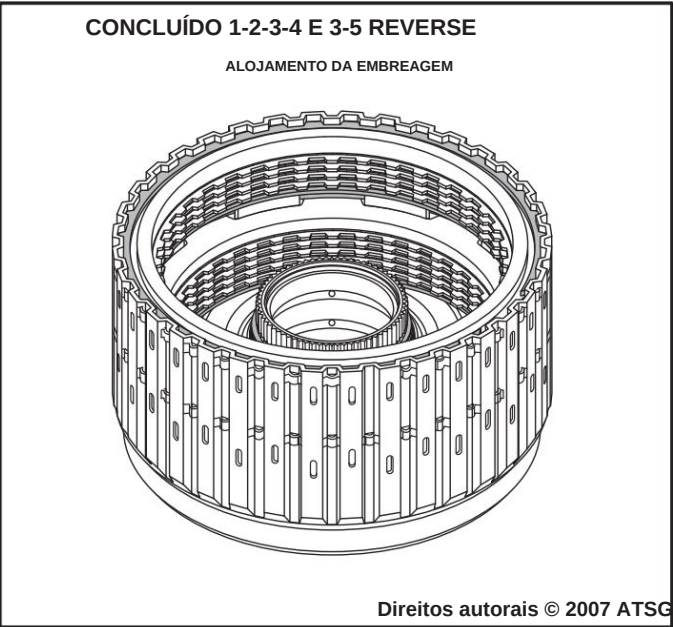

Figura 104
- 37. Deixe a carcaça da embreagem de ré 1-2-3-4 e 3-5 concluída de lado para a montagem final. (Ver Figura 104).